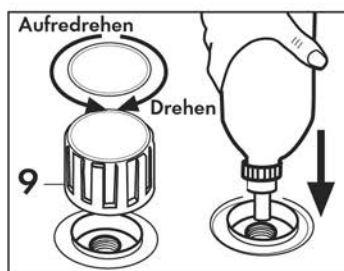

Abb. 3
Den Einfüllstopfen des Heizkessels (9) nach unten drücken und gleichzeitig gegen den Uhrzeigersinn abschrauben; die Flasche umkippen und den Flaschenverschluss in die Heizkesselöffnung stecken, um die Flasche zu leeren; dazu die Flasche gegen die Heizkesselöffnung drücken, um den Sicherheitsverschluss zu öffnen. Wenn der Heizkessel mit Wasser gefüllt ist, den Stopfen (9) in den Uhrzeigersinn zuschrauben und kontrollieren ob er richtig festgeschraubt ist (Abb. 3).